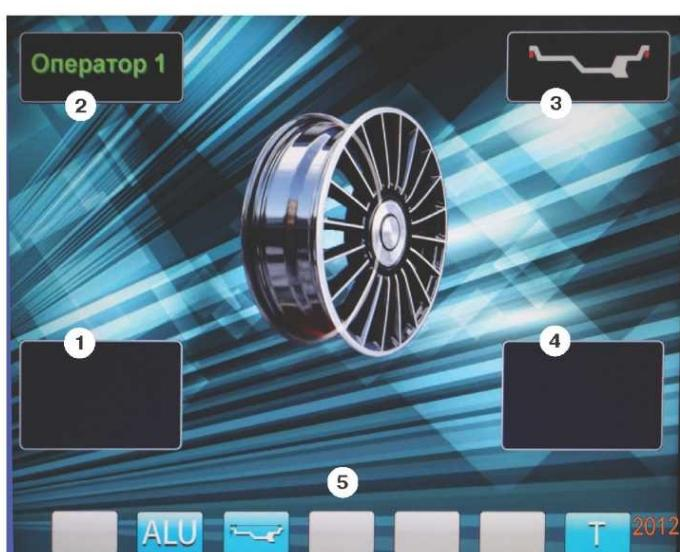

рис.8.2.
8.3. После включения питания СБ на экране монитора отображается фирменная заставка, которая через несколько секунд сменяется отображением экрана основного рабочего режима (рис. 8.2).
Для выбора схем расположения грузов в программах ALU1-ALU5 необходимо, находясь в режиме основного рабочего экрана, нажать кнопку «ALU», при этом открывается окно схем установки грузов, отмеченных номерами рис11.3. Если после введения размеров колеса установился экран ввода геометрических параметров, необходимо перейти в экран основного рабочего режима нажатием кнопки «STOP». Для выбора нужной схемы нажмите кнопку верхнего ряда клавиатуры с соответствующим номером. Выбранная схема установки грузов отображается в окне 3 экрана основного рабочего режима (рис. 8.2).
12.2. При включении СБ программа измерения дисбаланса настраивается таким образом, что дисбаланс менее 8 г (заводская установка) на любой плоскости коррекции не показывается, в этом случае в окнах 1 и 4 (рис. 8.2) высвечиваются «OK». Минимальный дисбаланс отображающийся в окнах 1 и 4 равен 8 г. Дисбаланс, превышающий 8г, округляется до величины кратной 5, т.е. дисбаланс 9, 10, 11 и 12 г отображается цифрой 10, дисбаланс 13, 14, 15, 16 и 17 г - цифрой 15 и т. д. Для просмотра неокругленного значения дисбаланса или дисбаланса менее 8г. необходимо нажать кнопку «<», при этом в окнах 1 и 4 на 2-3 сек высвечиваются фактические значения дисбаланса, определенные в данном запуске.